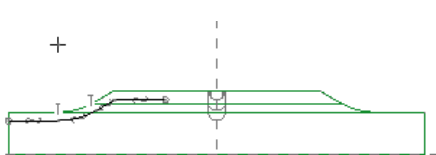

图 10.1.44 截面草图 2
Step6. 绘制草图 2。在“轨迹”操控板单击  按钮,在弹出的菜单中选择  命令,系统弹出“草绘”对话框,单击对话框中的 **使用先前的** 按钮进入草绘环境,使用  命令,绘制图 10.1.44 所示的截面草图,绘制完成后,单击  命令,退出草绘环境。